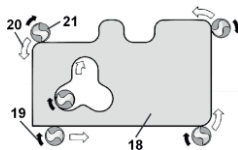

Рисунок 6
3.6.5 Повільно і плавно рухайте робочу плиту по поверхні виробу з встановленою глибиною фрезерування в напрямку, протилежному напрямку обертання фрези (рисунок 6), тобто із зовнішнього боку матеріалу фрезерування слід виконувати проти руху годинникової стрілки, а з внутрішньої сторони - у напрямку руху годинникової стрілки.